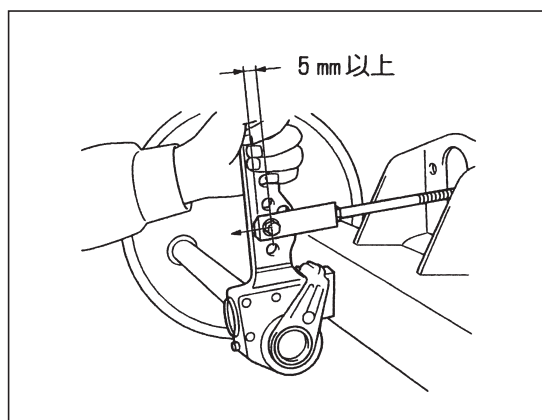

図 .8-2-1
- ①スラックアジャスターの遊び量を確認して下さい。(図8-2-1)